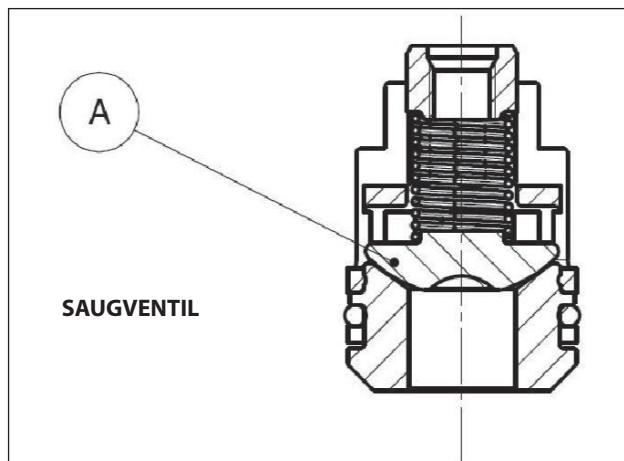
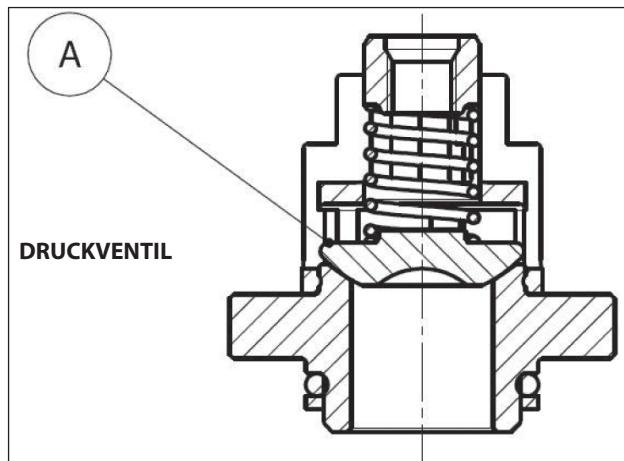

Abb. 26
Abb. 27
- 2. Achten Sie bei Version HF18 – WK355 außerdem darauf, die Kugelventile auf Saugseite nicht mit denen auf Druckseite „A“ (Abb. 26, Abb. 27), Pos. 46 Explosionszeichnung, zu verwechseln, siehe Kapitel 16 der Betriebs- und Wartungsanleitung.**